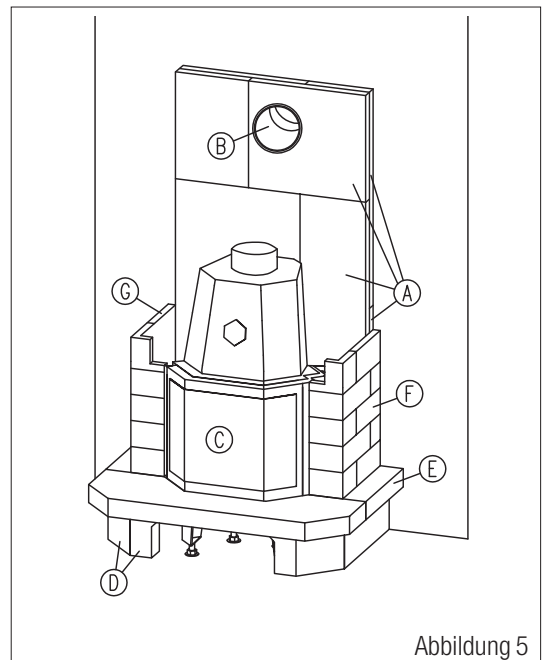

Abbildung 5
7.1 Nun werden die Seitenteile zunächst an den dafür vorgesehenen Stellen trocken aufgesetzt. Achten sie darauf, dass zwischen den Seitenteilen und dem Rahmen des Wärmeerzeugers eine Fuge (ca. 2 mm) verbleibt, so dass sich der Wärmeerzeuger ausdehnen kann ohne die Seitenteile zu beschädigen. Unter Umständen ist es erforderlich, den Heizeinsatz noch etwas zu verrücken. (Abb. 5)
8.2 Um die Seitenteile vor übermäßiger Wärmeeinwirkung zu schützen, müssen diese auf der Innenseite mit 5 cm starken Gasbetonsteinen abgemauert werden. Verwenden Sie zum Verkleben der Gasbetonsteine mit den Seitenteilen Haftputz. (Abb. 5)